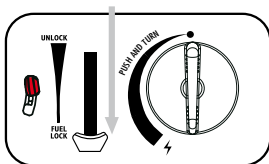
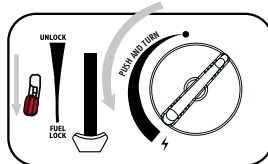

fig. 3
fig. 4
3. Tryk patronhåndtaget (6) nedad (fig.3), og luk patronlåget.
4. Hvis du hører en "hvæsende" lyd, er patronen ikke sat korrekt i. Forsøg ikke at tænde for apparatet, men flyt håndtaget (6) til positionen "Lås op", og gentag trin (1-4).
5. Tryk gasflowhåndtaget (fig.4) ned for at frigive gassen.
6. Drej knappen (8) helt til tændingspositionen, indtil den klikker. (fig.4) Gentag denne handling, indtil brænderen tændes.